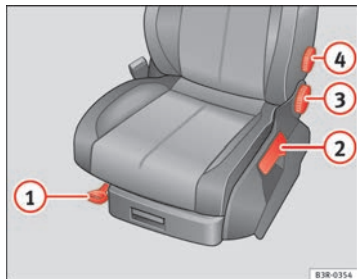

Fig. 106 Comandi sul sedile del conducente
- Sollevare la leva ① ⇒ fig. 106 e spostare il sedile nella posizione desiderata.
- Lasciare la leva ① e spingere ancora il sedile fino a far scattare il dispositivo di bloccaggio.
- Tirare ripetutamente la leva ② ⇒ fig. 106 fino a raggiungere la posizione desiderata.
- Girare la manopola per modificare l'inclinazione dello schienale (3 ⇒ pag. 141, fig. 106).
- Per regolare il supporto lombare si deve girare l'apposita rotella (4 ⇒ pag. 141, fig. 106) evitando di gravare con il peso del corpo sullo schienale.